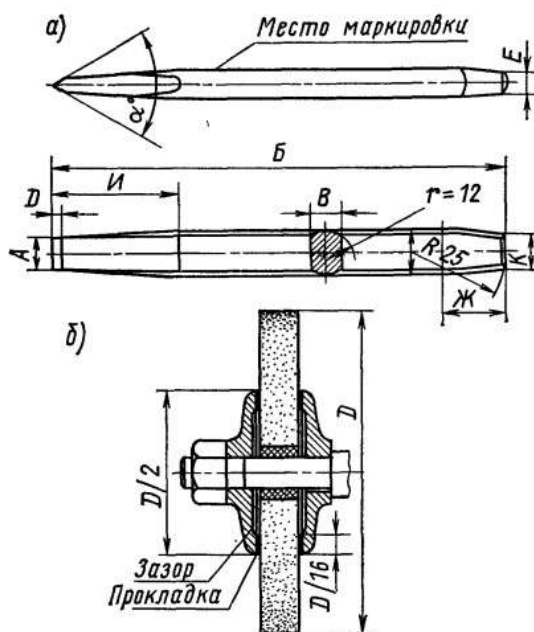

Рис. 4. Заточка зубила:
4. На эскизе слесарного зубила (рис. 4, а) пользуясь табл.1, проставьте вместо букв соответствующие размеры, приняв ширину режущей кромки зубила $A = 20$ мм.